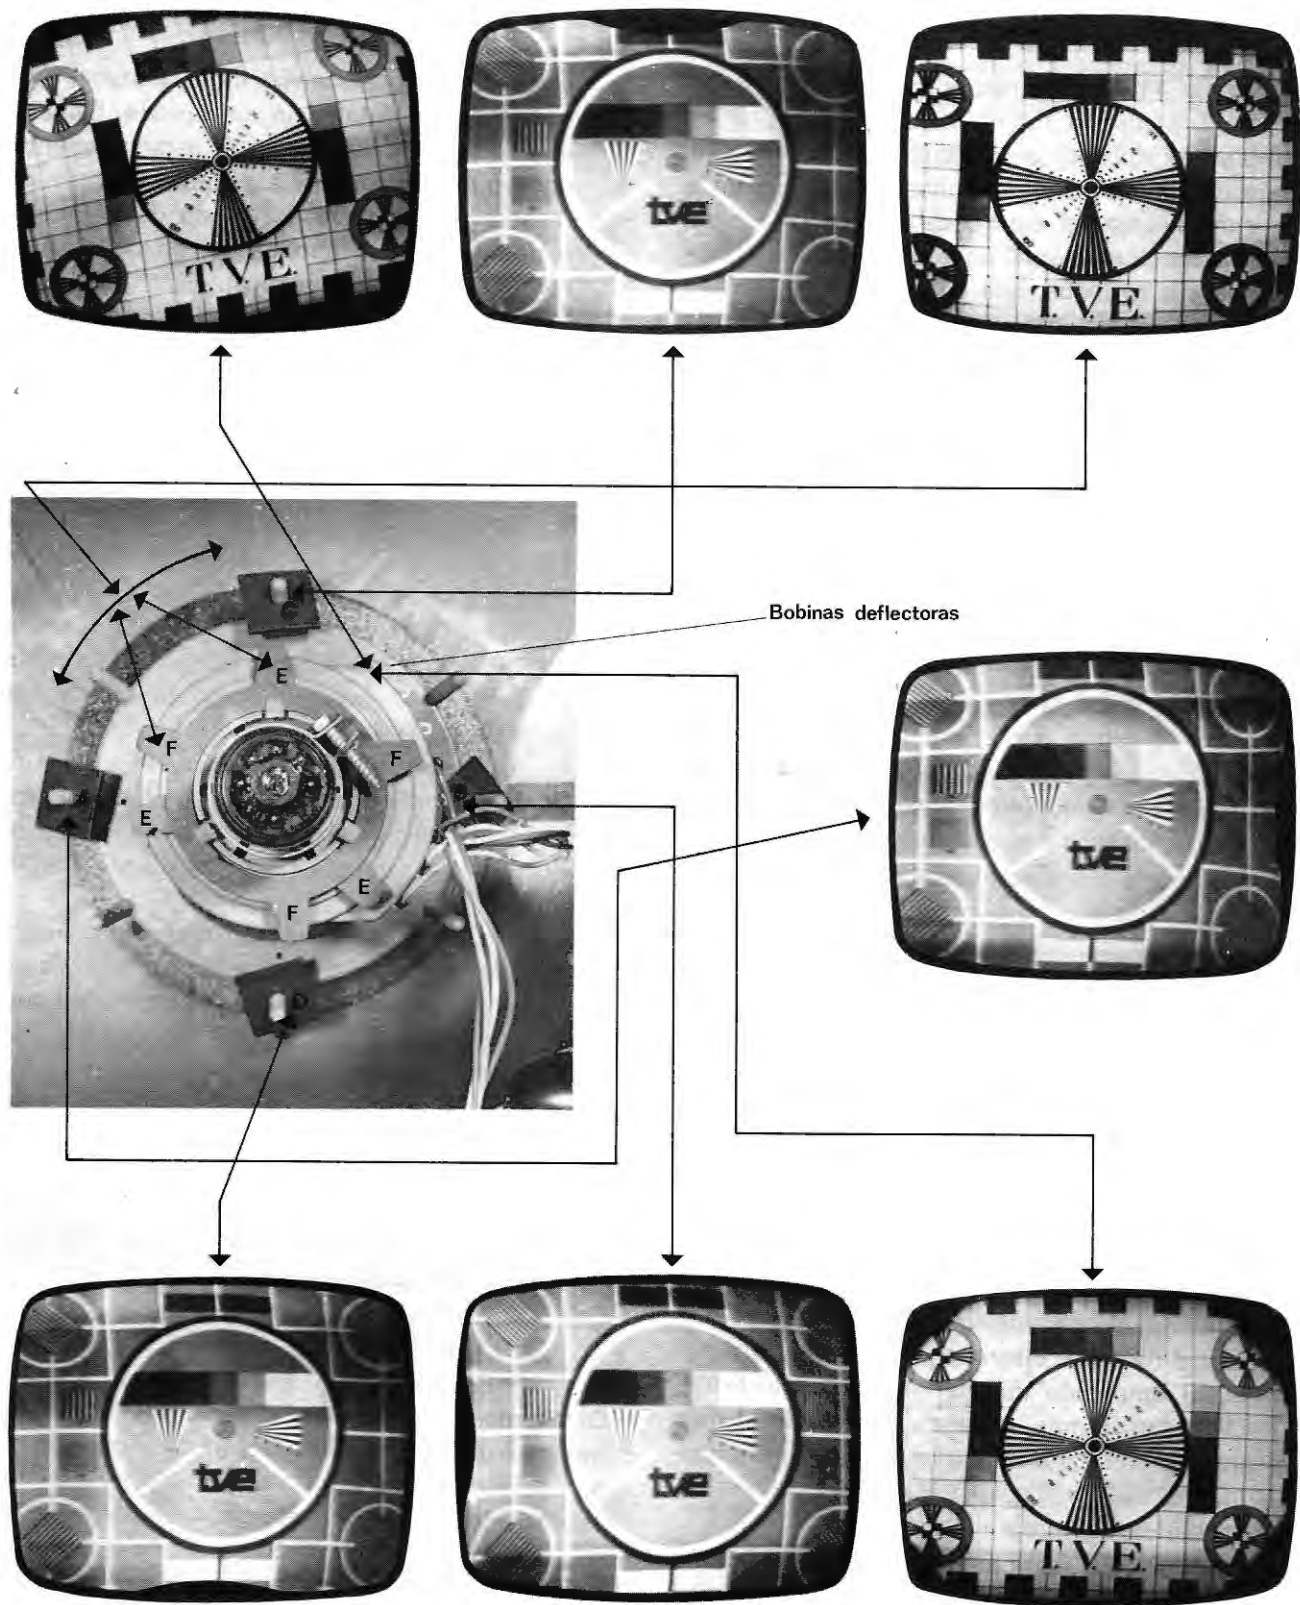
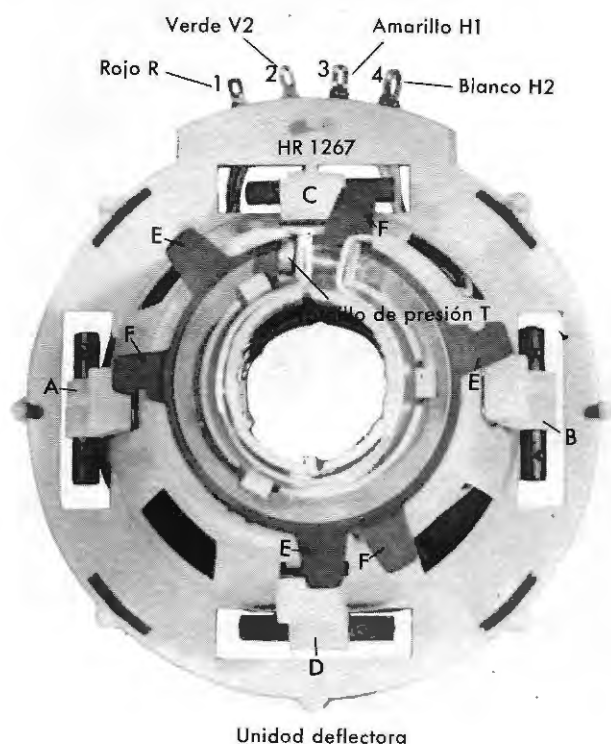

Figura 36
Figura 38
- B. Rectángulos negros en toda la extensión de sus cuatro lados, que delimitan la superficie viva del monograma. Su ajuste correcto es cuando dichos rectángulos tienen escondida su mitad en el marco por igual en sus cuatro lados. Y también cuando entre ellos existe una distancia exacta y rectilínea. En este caso, las dimensiones de la imagen serán normales. Esta corrección está a cargo de las aletas rotativas, situadas en la parte central del yugo (conjunto de las bobinas deflectoras). E y F, figura 36.
La figura 38 muestra los diferentes dispositivos de ajuste de la unidad deflectora HR 1267, comunes a la Galeón de la figura 36, cuyas referencias de ajuste son las mismas.
Las cartas de ajuste de la parte superior de la figura 36 detallan con toda claridad la manera de corregir los defectos geométricos de la imagen, mediante las aletas e imanes correctores de las bobinas deflectoras (yugo) y la bobina de linealidad.
Según la figura 36 y el giro que adopte al imán A, corregirá la línea vertical de la parte derecha de la carta. El B, la línea vertical opuesta. El C, la línea horizontal superior y el D, la línea horizontal inferior.
Moviendo las aletas E y F, de forma circular, tanto en un sentido como en otro, logrará el centrado rectilíneo general y uniforme de la carta respecto a las bobinas Galeón. En las HR 1267, de la figura 38, se logra empujando hacia adentro los imanes A, B, C y D.